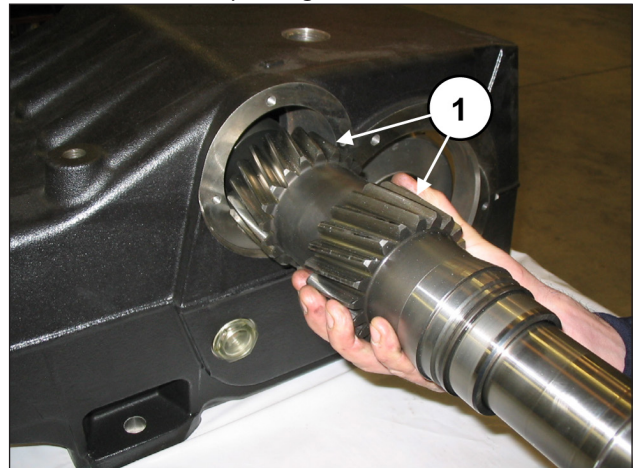

Fig. 55
Insérer l'arbre PTO prémonté dans le carter (rep. ①, Fig. 55) en le faisant passer du côté opposé de celui où ont été prémontées la bague extérieure du coussinet et la douille de lubrification des coussinets.
Insérer l'arbre PTO dans le carter de sorte que les dents soient tournées comme le montre la Fig. 55.